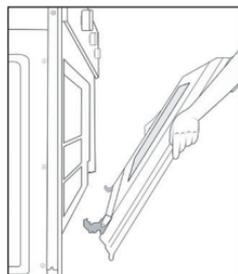

Fig. 23
- Tome la puerta con sus dos manos y hale hasta que salga, ver fig 23.